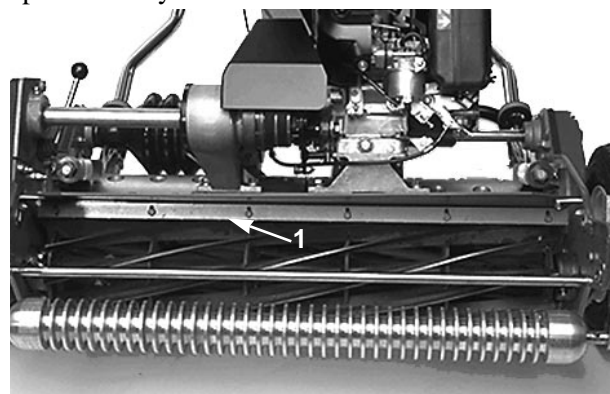

Fig. 11
1. Løsn skruerne, der fastholder topstangen (Fig. 11) på klippeenheden. Stik et 1,5 mm søgerblad ind mellem toppen af knivcylinderen og stangen, hvorefter skruerne strammes. Sørg for, at afstanden mellem stangen og knivcylinderen er ens i hele knivcylinderens bredde.